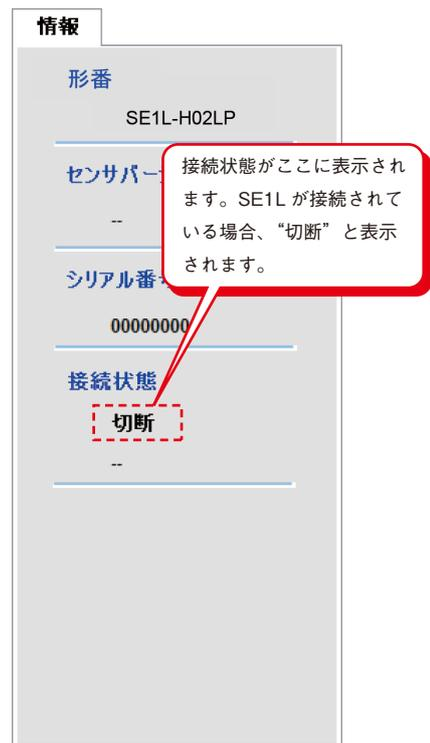

図7-26. 切断
- SE1Lが接続されていない場合は“切断”と表示され、ポート番号は表示されません。図7-26に、SE1Lが接続されていない場合の[情報]タブの状態を示します。